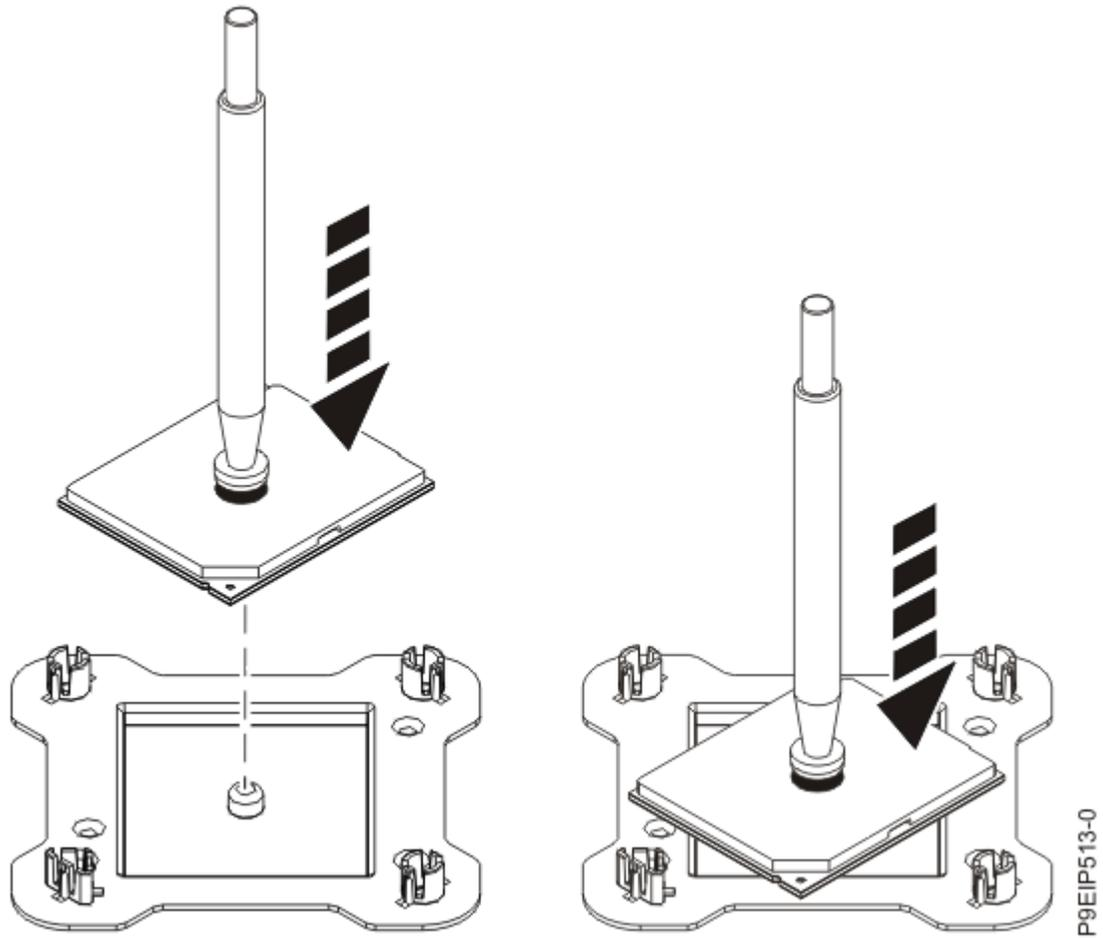

Figura 53. Colocación del módulo del procesador del sistema formando un ángulo en la cubierta superior del empaquetado
9. Sosteniendo el lápiz de vacío, levante el lápiz y el módulo de procesador del sistema del zócalo. Colóquelos en un ángulo en la cubierta superior del empaquetado del módulo del procesador del sistema, tal como se indica en la Figura 53 en la página 61.